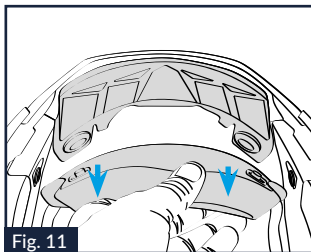

Fig. 11
8.1. Tirare la parte posteriore dell'imbottitura di conforto verso l'interno del casco per sganciare i due bottoni laterali posti sul suo retro dalle relative sedi presenti sul supporto posteriore fissato alla calotta interna in polistirolo (Fig.11).
9.4. Agganciare i due bottoni laterali presenti sul retro della parte posteriore dell'imbottitura di conforto alle relative sedi presenti sul supporto posteriore fissato alla calotta interna in polistirolo (Fig.11).